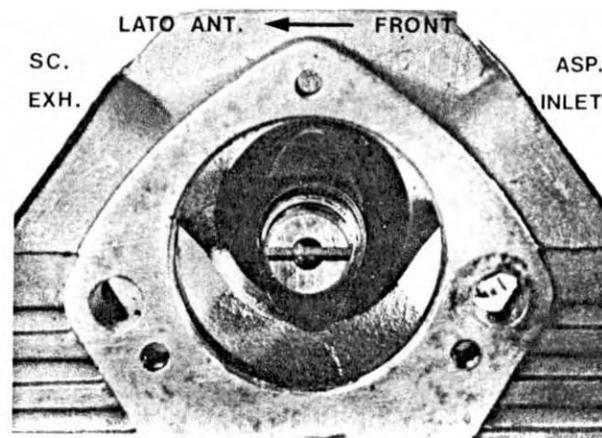
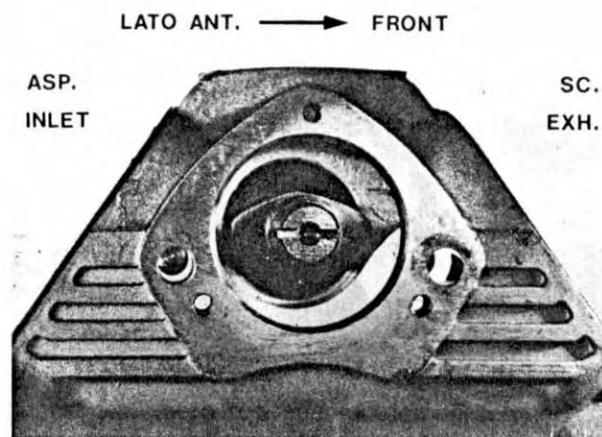
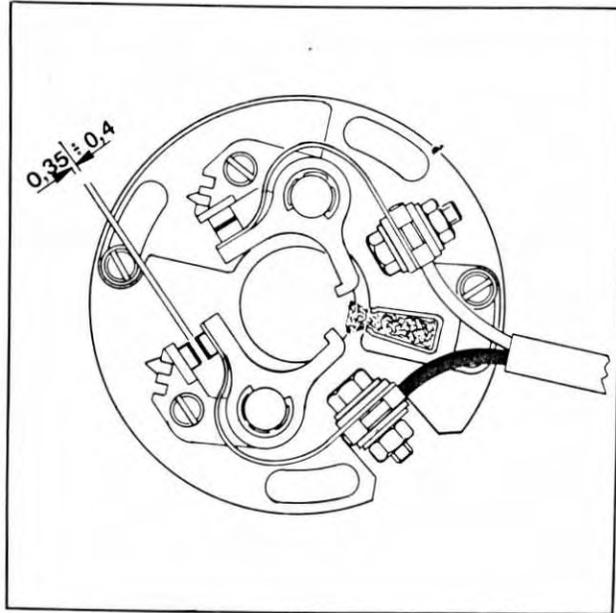

Fig.144
Fig. 145
Fig. 146
**NB.** Una volta chiusi i carter e rimontato il motore, fare attenzione a rimettere l'anticipo automatico nel giusto verso. Quando l'albero a camme di sinistra (lato generatore) è nella posizione di fig. 144 e l'albero a camme di destra nella posizione di fig. 145, deve cominciare ad aprirsi la coppia di puntine inferiore (filo nero).
In questo modo si ha la certezza che l'anticipo automatico è montato nel giusto verso (fig. 146). In seguito registrare come già visto ("Manutenzione") l'anticipo di accensione e l'apertura delle puntine.
When the left camshaft (generator side) is in the position shown in fig. 144 and the right one is placed as in fig. 145, the lower points (black wire) should begin to open (fig. 146).